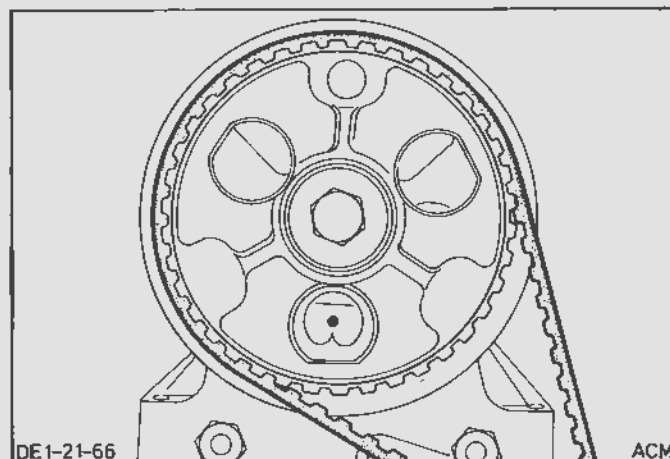

Fig.122. Knastakslens tandremshjul på mærket for øverste død punkt
2. For at undgå beskadigelse af ventiler og stempler, drejes krumtapakslen, indtil markeringen på knastakslens tandremshjul står ud for øverste død-punktmærke for cyl. nr. 1, Fig.122.